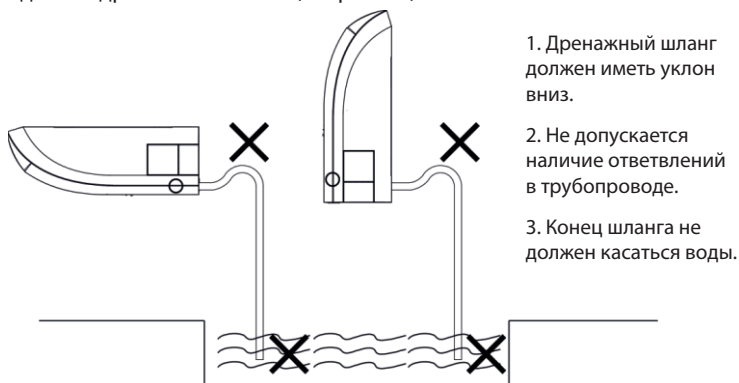

Рис. 20
4. Подсоедините дренажный шланг (см. рис. 20).